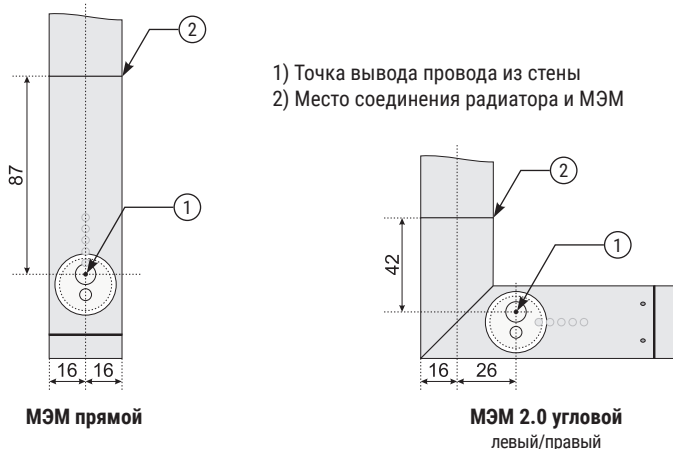

Рис.1
1.1. При подключении через скрытую проводку многофункционального электрического модуля (МЭМ), необходимо заранее определить место для вывода электрического провода из стены. Для этого нужно воспользоваться ориентировочными размерами, предоставленными в данной инструкции (рис.1).